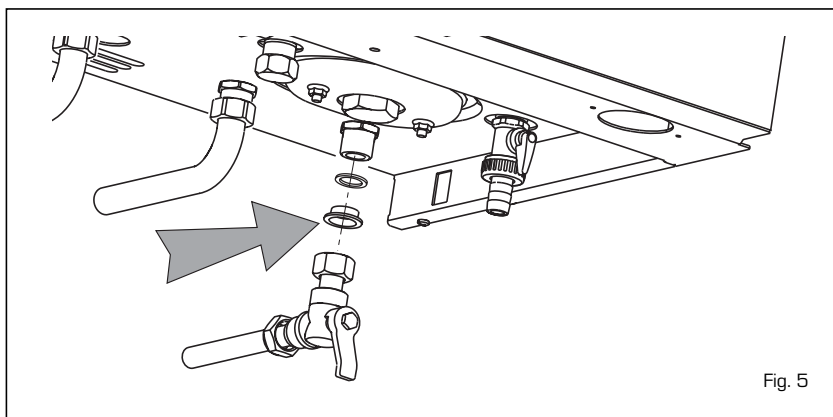

Fig. 5
2.2.2 Regulador de caudal (fig. 5)